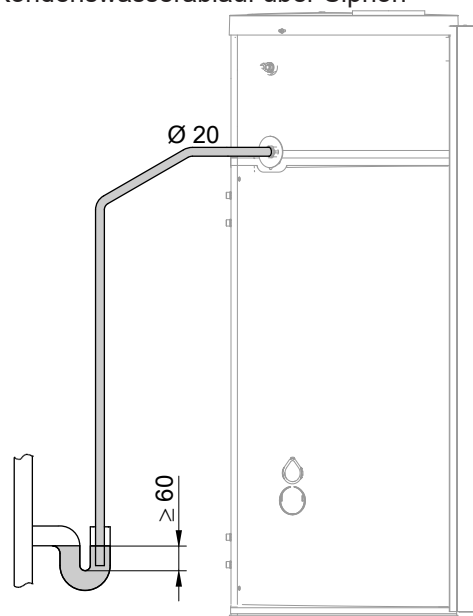

Abb. 17
2. ■ **Kondenswasserschlauch an einen bauseitigen Siphon anschließen: Siehe Abb. 17. Dabei auf festen Anschluss am Siphon achten.**